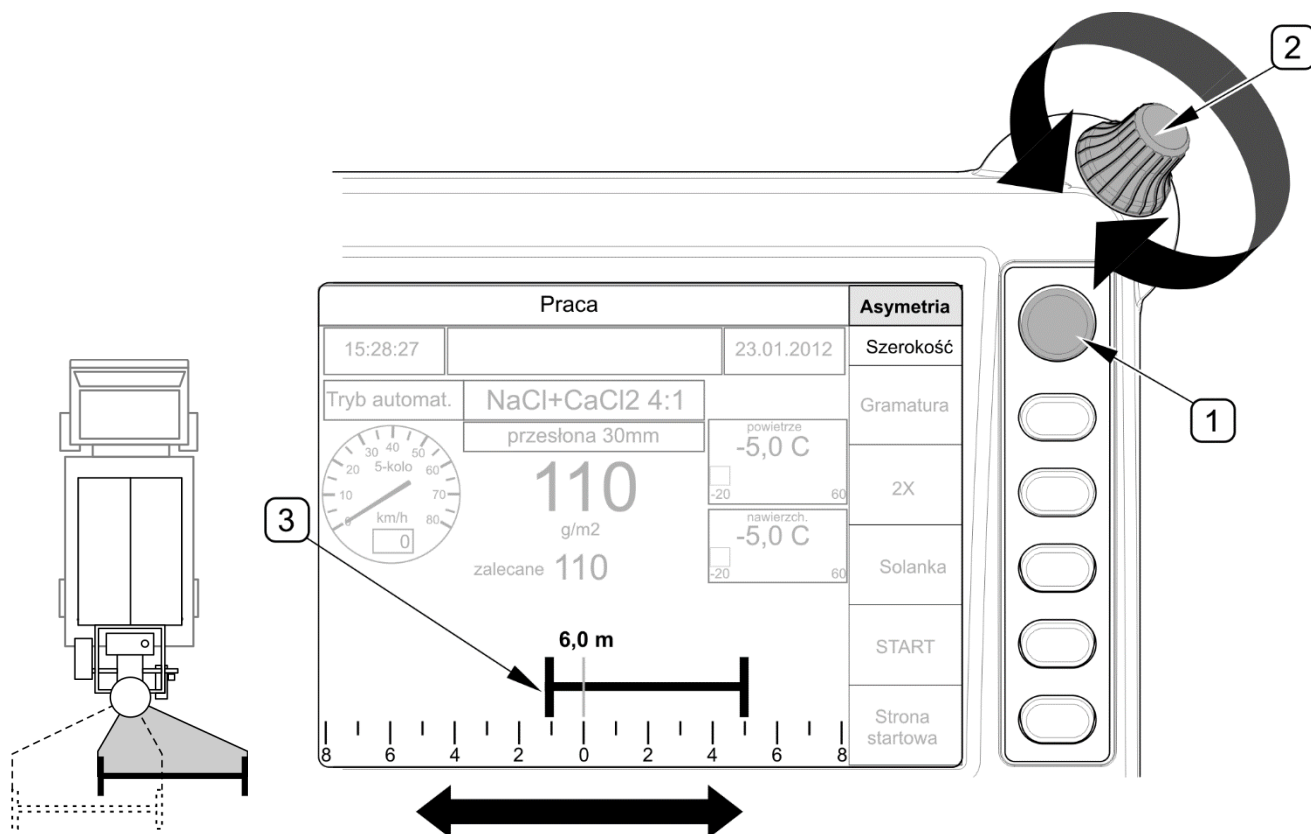

РИСУНОК 4.30Корректировка асимметрии разброса
- при помощи кнопки (1) подсветить функцию "Ширина"
- вращая рукоятку (2), установить необходимую ширину (3) 2 м ÷ 12 м
Чтобы откорректировать асимметрию разброса, нужно на рабочей странице "Работа" подсветить при помощи кнопки (1) поле "Асимметрия". Вращая рукоятку (2), переместить актуальную ширину разброса влево или вправо (РИСУНОК 4.30).